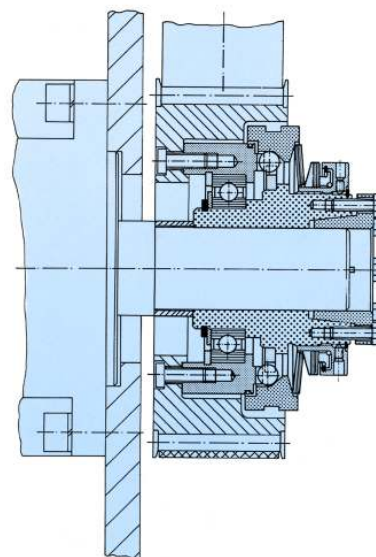

Bild 4
Liegt die resultierende Radialkraft vom Antriebselement annähernd in der Mitte des Kugellagers (6), kann auf eine zusätzliche Lagerung des Antriebselements verzichtet werden (Bild 4).